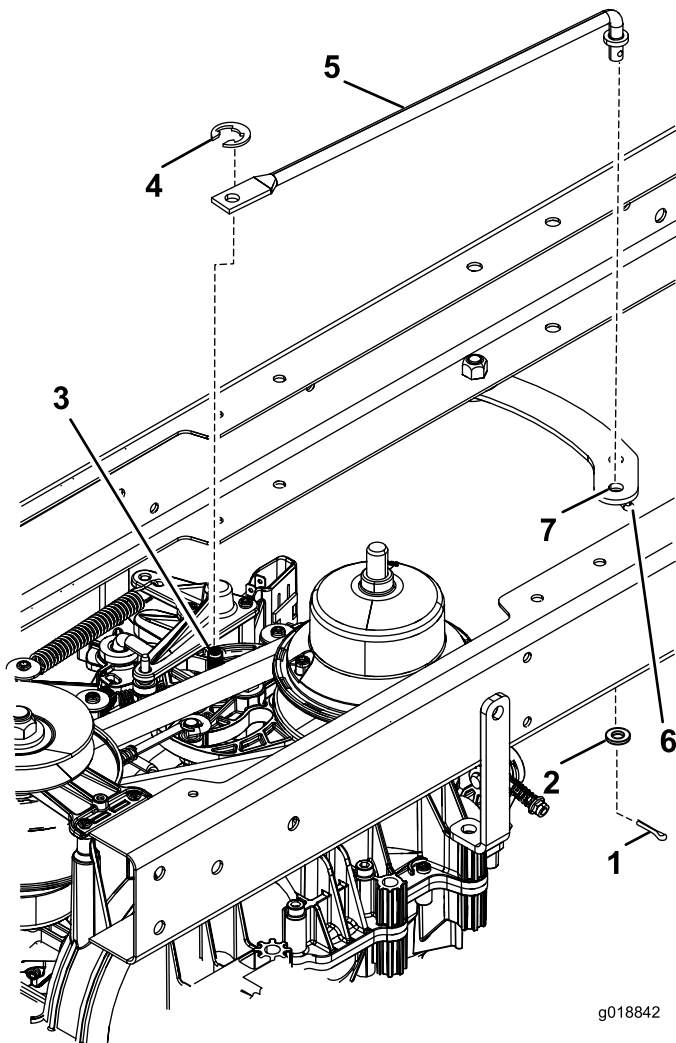

Bild 3
4. Befestigen Sie die hintere Führungsstange mit der Flachscheibe und dem Splint (Bild 3), der diesem Kit beiliegt, und dem vorhandenen E-Clip von Schritt 2.